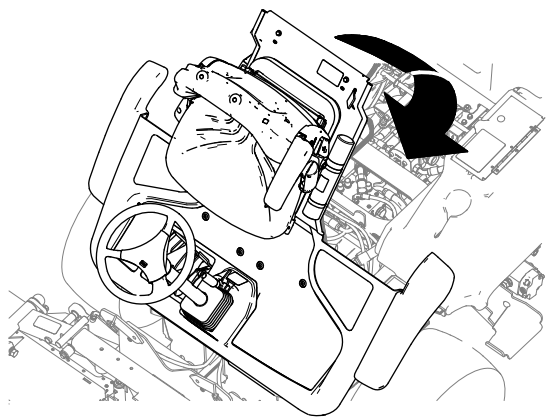

Figura 53
1. Baje la plataforma con cuidado (Figura 53).